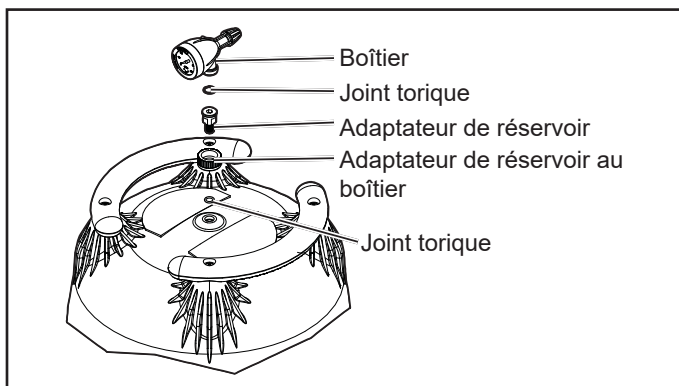

Figure 4. Ensemble manomètre/purgeur d'air
- a. Placer le joint torique plus petit et plus épais sur le filetage de l'adaptateur de réservoir, voir la Figure 4. Faire glisser l'adaptateur du réservoir à travers l'écrou d'accouplement, dans le réservoir du filtre. Utiliser les rondelles plates sur l'adaptateur du réservoir pour serrer. Ne pas trop serrer.